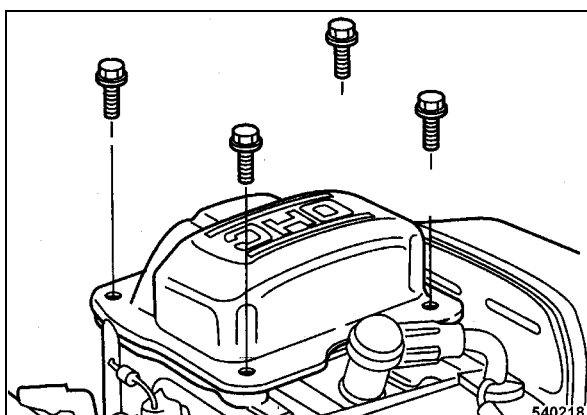

рис. 41
- Выкрутить крепежные винты крышки головки блока цилиндров (рис. 41).